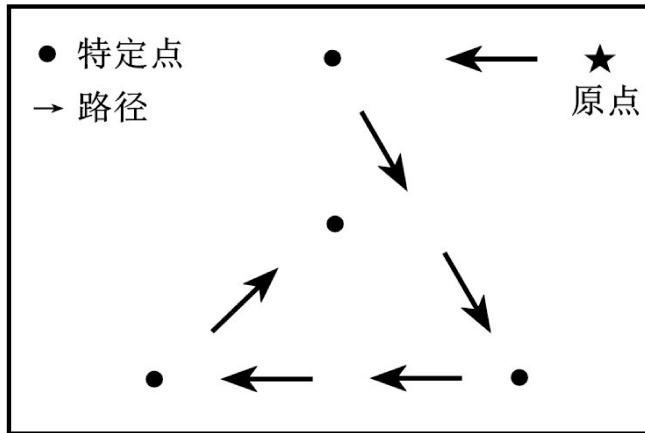

图 9-2 MakerBot Replicator 2 打印机调平工作喷嘴移动路径及暂停的特定点
2) 单击“Utilities”→“Level Build Plate”命令（不同3D打印机的操作系统中“Level Build Plate”命令的位置是不同的），打印机会自动调整平台与喷嘴的大致距离，随后喷嘴按照系统设定路径依次移向平台某几个特定点。每次移动到特定点时，喷嘴都会自动暂停。MakerBot Replicator 2 打印机的调平工作喷嘴移动路径及暂停的特定点如图 9-2 所示。